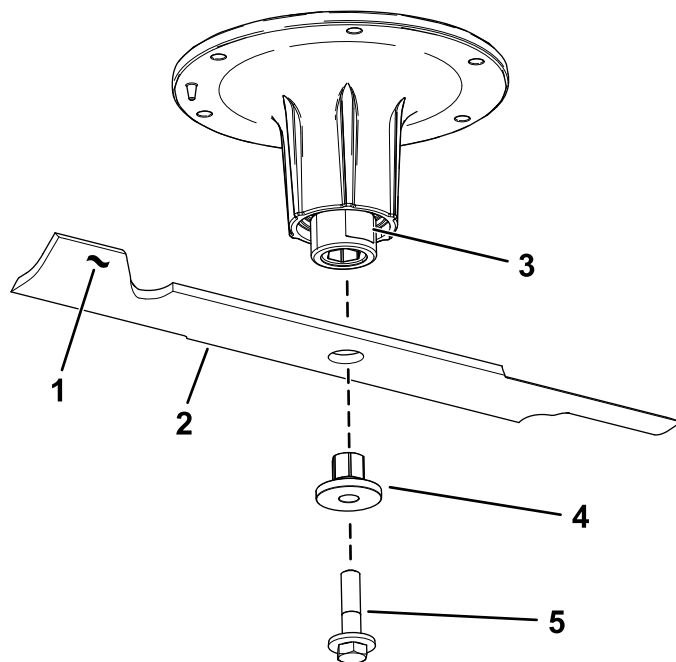

Figura 91
2. Retire el perno de la cuchilla, el buje y la cuchilla del eje (Figura 91).